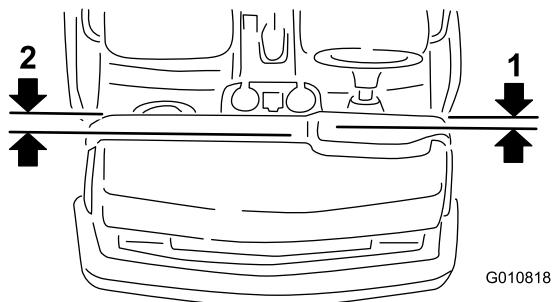

図 2
- 車両の左側運転席側への取り付けダッシュパネルのエッジから 44.5 mm 外側の位置に、演じに平行に線を引く図 2。
車両の右側助手席側への取り付けダッシュパネルのエッジから 55.6 mm 外側の位置に、エッジに平行に線を引く図 2。